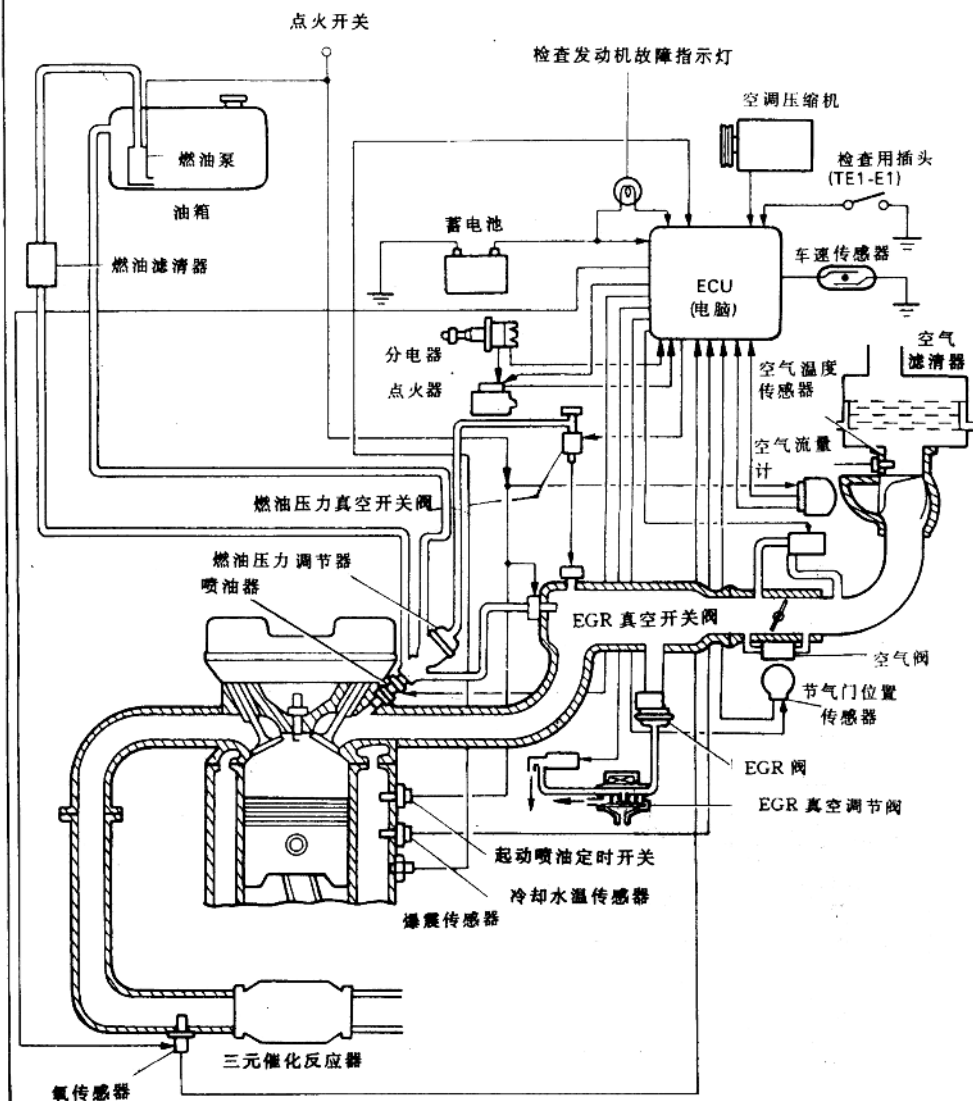

图 1-5
5. 4A-GE 型发动机装用空气流量计, 见图 1-5 所示。